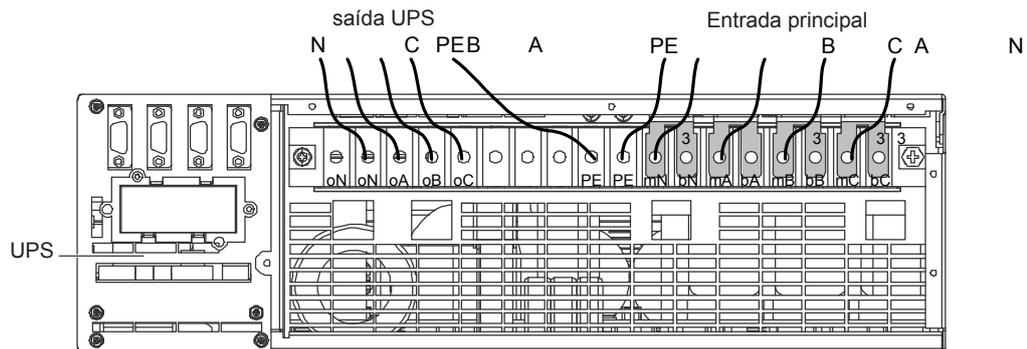
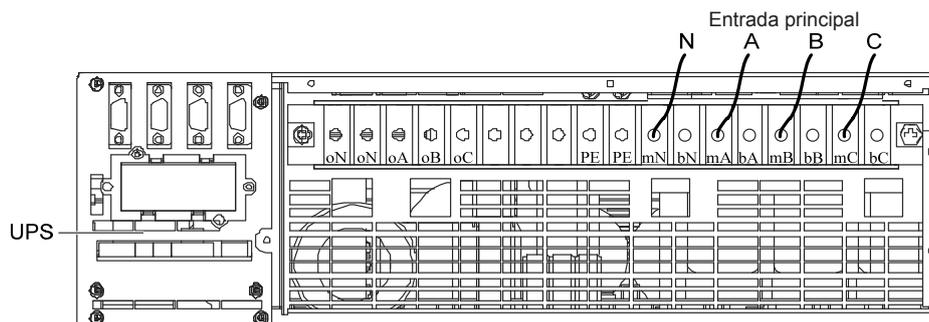

Figura 2-14 3 entradas e 3 saídas, configuração padrão de cabos
Figura 2-20 Entrada Principal
5. Conecte as linhas diretas (fases de saída A, B e C), a linha N e a linha PE ao Bloco de terminais de E/S (terminais oA, oB, oC, e oN), e conecte os terminais PE do UPS como mostra a Figura 2-14.
1. Remova a barra de curto-circuito de cobre 3, mostrada na Figura 2-14, do sistema de 3 entradas e 3 saídas, e conecte somente os cabos principais de entrada. É proibido conectar os cabos de desvio, os cabos de saída e os cabos da bateria, como mostra a Figura 2-20.
1. Remova a barra de curto-circuito de cobre 3, mostrada nas Figuras 2-17 e 2-18, do sistema de 3 entradas e 1 saída, e conecte somente os cabos principais de entrada. É proibido conectar os cabos de desvio, os cabos de saída e os cabos da bateria, como mostra a Figura 2-20.